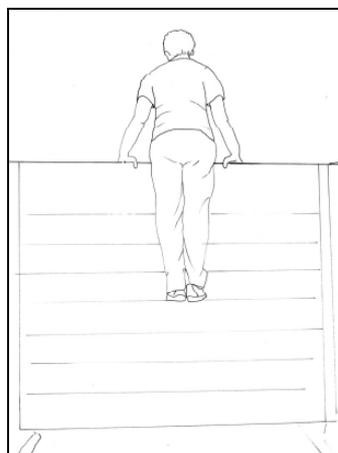

figura 5: Scavalco della parete
D) Trasporto del manichino*figura 5: Trasporto del manichino**figura 6: Percorso di trasporto*
Senza interrompere l'esecuzione del modulo, il candidato discende dalla scala portatile e dalla piattaforma su cui ha effettuato gli esercizi precedenti e, quindi, raggiunge l'area in cui è posizionato a terra un manichino del peso di 40 kg; operando autonomamente, lo solleva, se lo posiziona sulle spalle (**figura 5**) e lo trasporta senza mai fargli toccare terra, seguendo il percorso rappresentato in **figura 6**.
Il candidato scavalca la parete in legno alta m 2, larga m 2 e spessa circa cm 4, avente superficie verticale liscia, passando obbligatoriamente per la posizione di busto eretto, con appoggio delle braccia sul bordo superiore della parete (**figura 5**).